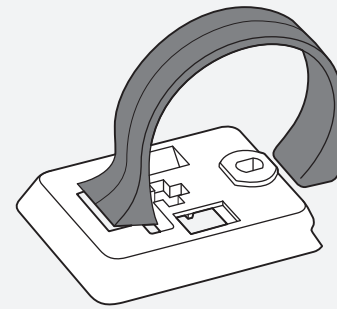

Figure 12. Insérer l'arrière de la base du compteur.
2. Insérez la bonne attache de guidon dans la base du compteur (Figure 12).